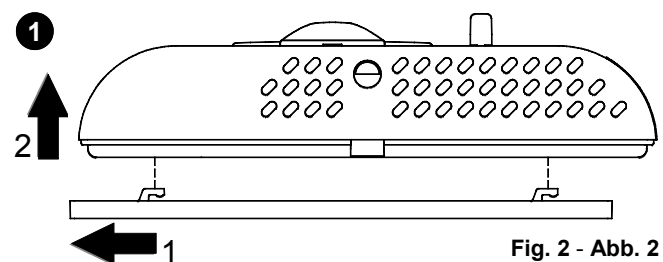

Fig. 2 - Abb. 2
- 1 Décrocher la plaque fixée sur la base du thermostat en la poussant vers la gauche et en décrochant ainsi les ergots indiqués sur la Fig. 2.
- 1 Lösen Sie den Raumthermostat von der Wandhalterung, wie in Abb.2 dargestellt.